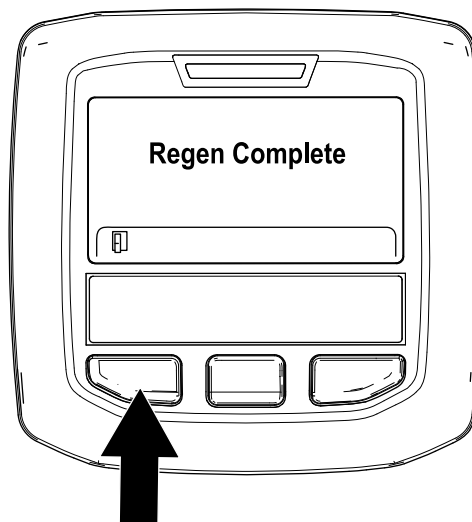

Bild 57
- Die geparkte Regenerierung ist abgeschlossen, wenn die Meldung „Regen. Complete“ im InfoCenter angezeigt wird. Drücken Sie die linke Taste, um den Homebildschirm anzuzeigen (Bild 57).